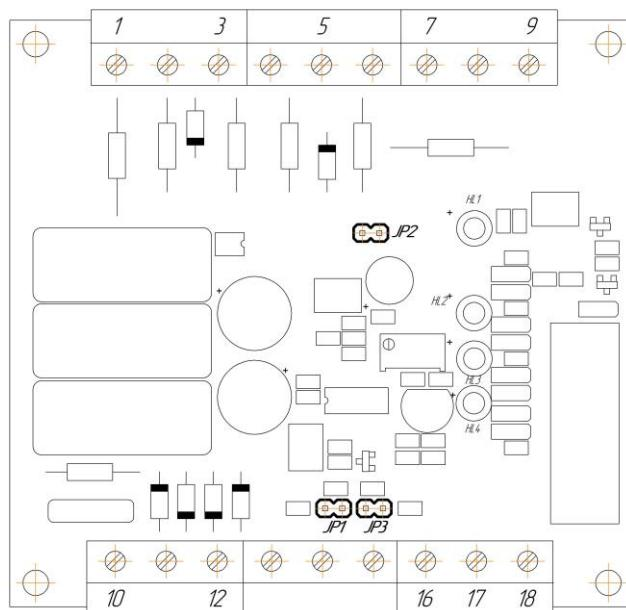

Рисунок 2.3 – Схема расположения перемычек включения/отключения каналов контроля
2.4.1 В **канале наличия напряжения по трем фазам** в случае обрыва одной из фаз происходит отключение двигателя, что сопровождается засвечиванием светодиода "Фаза" на передней панели. Узел можно отключить установкой перемычки JP2 на плате прибора (см. рис. 2.3, табл. 2.1).
2.4.2 В **канале целостности изоляции двигателя** при срабатывании защиты по пробою изоляции на корпус двигателя на передней панели прибора засвечивается светодиод "Ізоляція". Если канал "R" (клемма 9, см. рис. 2.3) не подключен, то функция контроля целостности изоляции двигателя отключена.
2.4.3 В **канале контроля температуры обмоток двигателя** измеряется температура с помощью трех или шести последовательно включенных терморезисторов с положительным ТКС - позисторов. Выбор количества подключаемых терморезисторов осуществляется при помощи перемычки JP3 на плате прибора (см. рис. 2.3, табл. 2.3) – если перемычка установлена, то контроль температуры происходит при помощи трех подключаемых терморезисторов, если перемычки нету, то контроль происходит при помощи шести терморезисторов.
Узел контроля температуры можно отключить, установив перемычку JP1 (см. рис. 2.3, табл. 2.2) на плате прибора.
Для проверки канала контроля температуры подключите к клеммам 10 и 12 имитатор термисторов согласно приложению А. Данная схема имитирует подключение трех последовательных термисторов, поэтому удостоверьтесь в наличии перемычки JP3 на плате прибора (см. рис. 2.3).